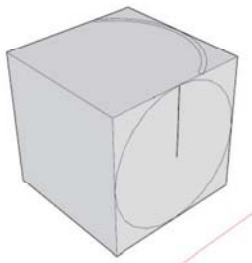

图 2.3.15 画圆与弧
(2) 在立方体侧面画圆，半径为 300mm ，如图 2.3.15 所示，它将是放样路径。